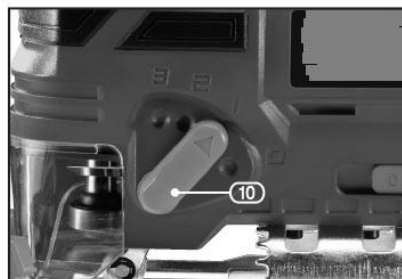

FIG.9
9.3 Nastawnik ruchu wahadłowego / po łuku – rys. 9